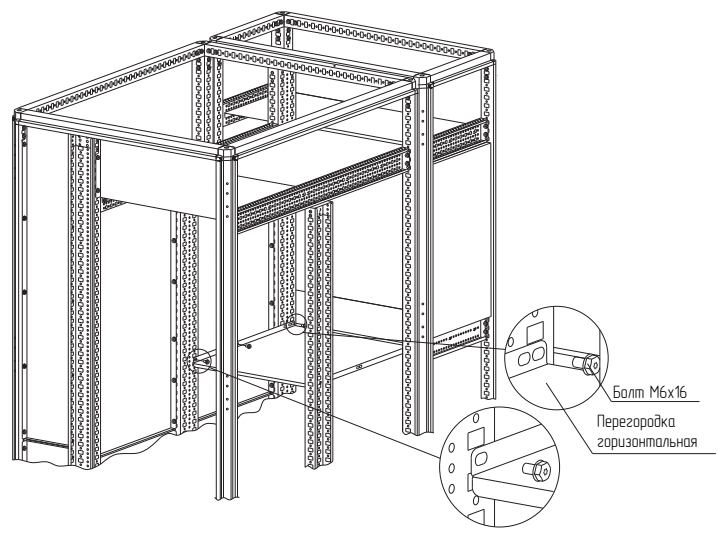

Рисунок 58
– вариант 3. Расположить перегородку горизонтальную для распределительных шин между стойками дополнительными вертикальными на нужной высоте каркаса и закрепить болтами М6×16 (рисунок 58). Момент затяжки – 7 Н·м. Болты приобрести отдельно.